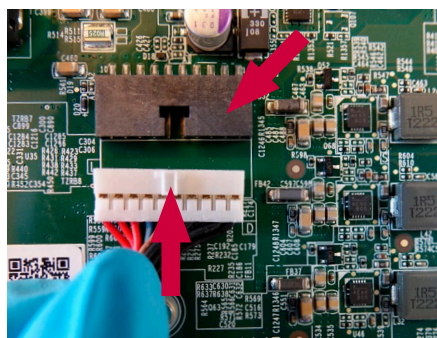

Figura 32 Ricollegare il connettore della batteria
- a) **Ricollegare la batteria al connettore della batteria (vedere Figura 12 e Figura 32)**